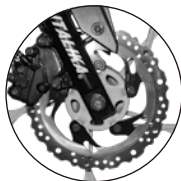

Imagen 21. Desgaste del freno delantero.
2. Revisar el nivel de desgaste de las balatas del freno delantero. Ver imagen 21.